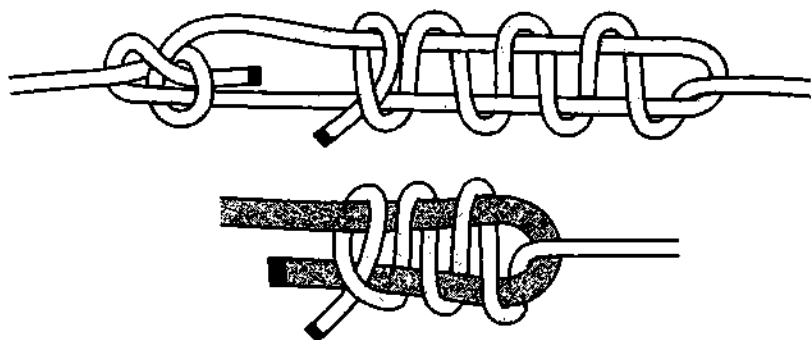

Рис. 940. Докерский узел 1-го вида.
**Докерским узлом** моряки обычно привязывали тонкий лить лёгости к толстому швартову. Толстый канат на берег так просто не подашь – он тяжёлый, поэтому к нему привязывается тонкий лёгкий лить, который подаётся первым и за который вытягивается толстый швартов. Прикрепить тонкий конец лёгости к толстому швартову можно различными узлами, но наиболее популярный именно **докерский узел** (рис. 940, 941). **Докерский узел 2-го вида** не рассчитан на сильные нагрузки и на резкие рывки.